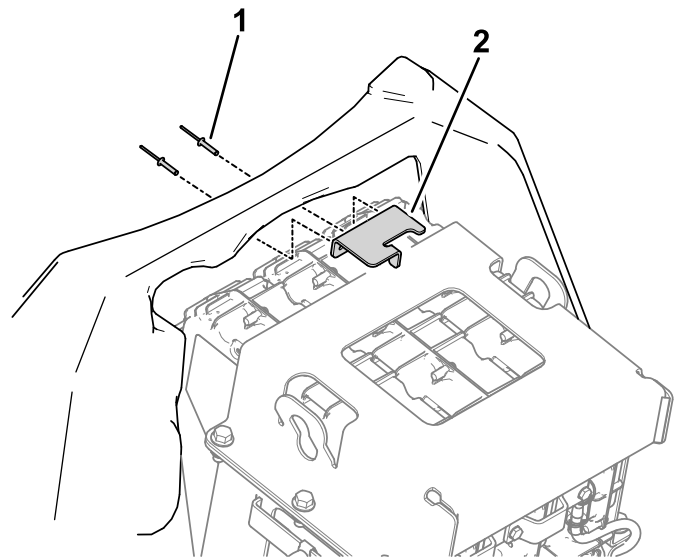

**Figura 52**
3. Utilize a contraporca do trinco e a placa do trinco para prender o trinco ao capot (**Figura 52**).